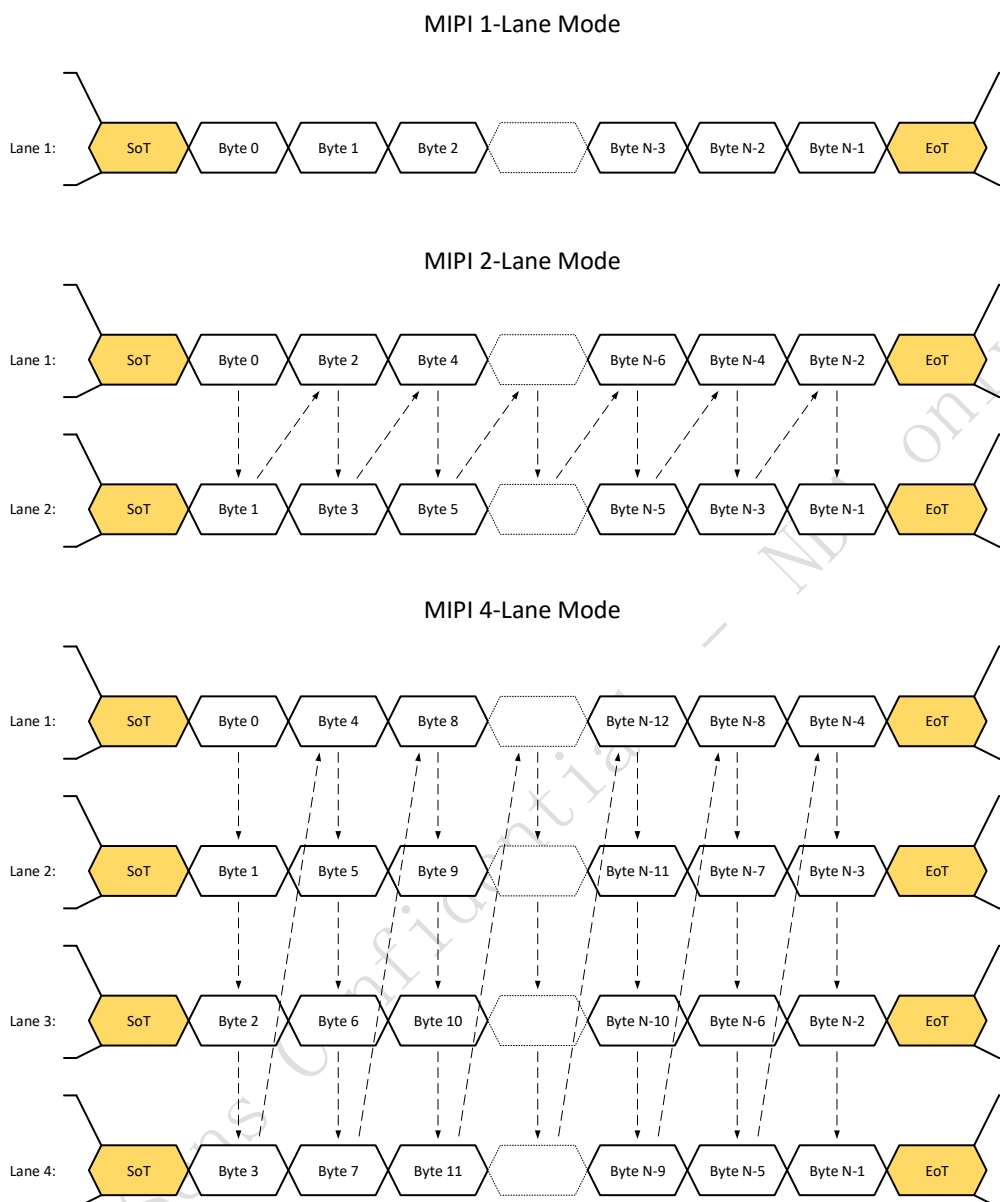

图 1-10 MIPI 1/2/4 Lane 模式数据包传输示意图
区分不同的数据包类型。图 1-10 展示了 MIPI 工作在 1lane、2lane 和 4lane 模式下的数据
- 2) 1lane、2lane 及 4lane 模式的数据结构与图 1-10 一样。